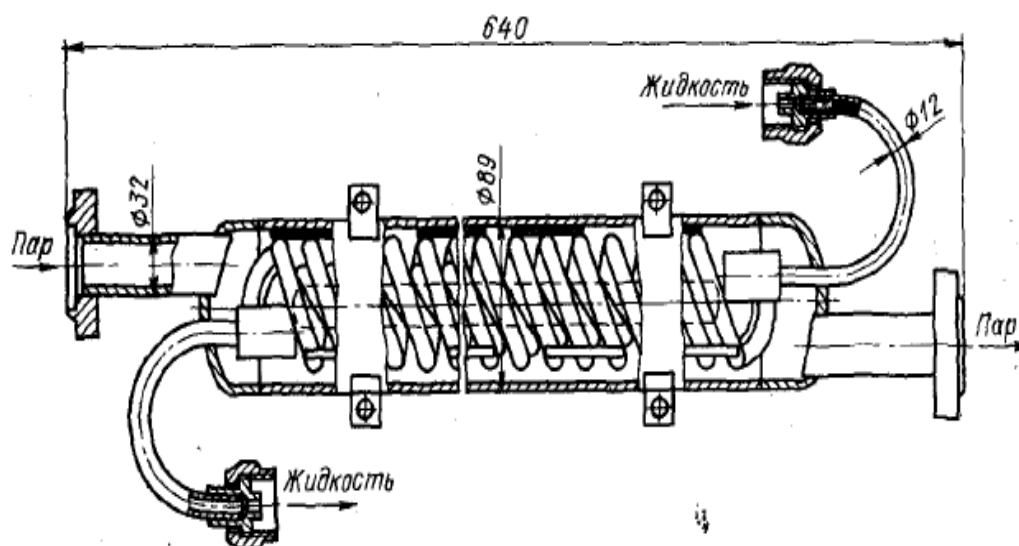

Рис. 7. Регенеративный теплообменник МТФ-30
Регенеративный теплообменник (рис. 7) предназначен для переохлаждения жидкого хладагента после конденсатора (2) за счёт перегрева газообразного хладагента, выходящего из испарительной батареи (7). Марка - МТФ-30. Тип - поверхностный, цилиндрический, горизонтальный, жидкий фреон течёт по трубкам, пар фреона в межтрубном пространстве.